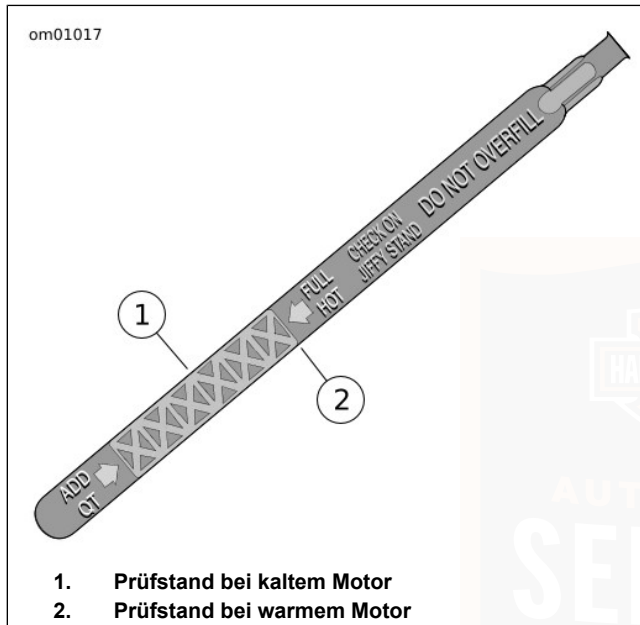

Abbildung 31. Motorölstand: FLHRSE3
3. Siehe Abbildung 31. Den Ölmesstab entfernen und den Ölstand ablesen. Bei der Prüfung bei kaltem Motor sollte der korrekte Ölstand zwischen den beiden Pfeilen (1) auf dem Ölmesstab stehen.
Bei Harley-Davidson-Modellen mit Beiwagen wird der Ölstand mit der hinteren Seite des Ölmesstabs gemessen. Beim Modell FLHRSE3 sicherstellen, dass die Ölstandsmessung auf der schraffierten Seite des Ölmesstabs durchgeführt wird, die die Markierungen „FULL HOT“ (voll, heiß) mit Pfeil sowie „ADD QT“ (Quart [0,95 L] hinzufügen) mit Pfeil zeigt, wie abgebildet in Abbildung 31.
5. Siehe Abbildung 31. Den Ölmesstab herausziehen und den Ölstand ablesen. Nur so viel Öl nachfüllen, dass der Ölstand die FULL-Markierung (Voll) (2) erreicht. Nicht zu viel einfüllen.